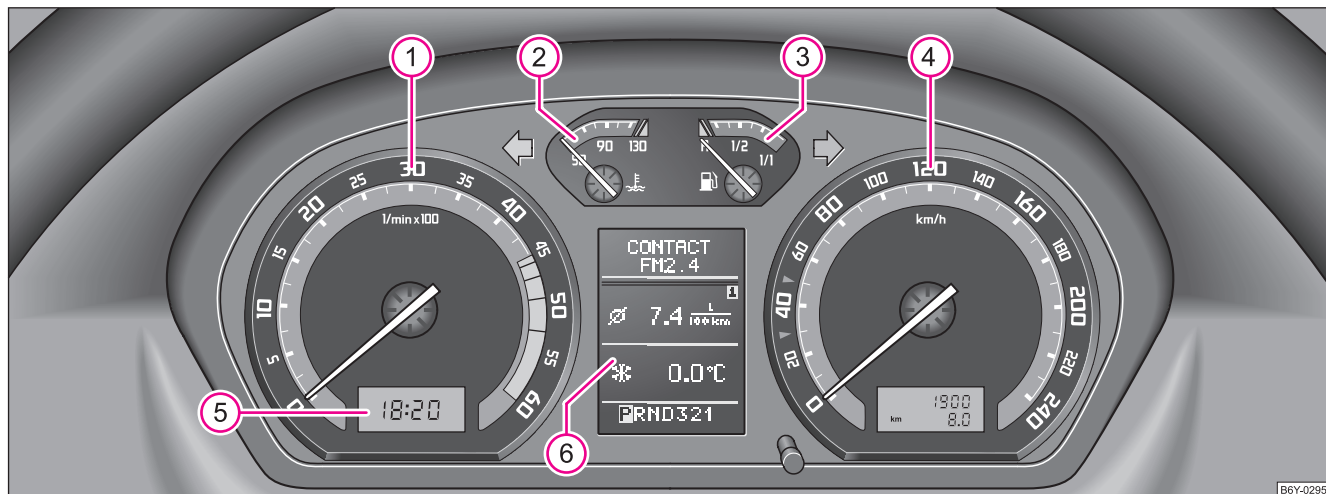

Abb. 2 Kombiinstrument
Der Beginn des roten Bereiches im Drehzahlmesser ① ⇒ Seite 12, Abb. 2 kennzeichnet für alle Gänge die maximal zulässige Motordrehzahl des eingefahrenen und betriebswarmen Motors. Vor Erreichen dieses Bereiches sollten Sie in den nächst höheren Gang schalten bzw. die Wählhebelstellung **D** des automatischen Getriebes wählen.
Die Kühlmitteltemperaturanzeige ② ⇒ Seite 12, Abb. 2 arbeitet nur bei eingeschalteter Zündung.
Die Kraftstoffvorratsanzeige ③ ⇒ Seite 12, Abb. 2 arbeitet nur bei eingeschalteter Zündung. ▶
Zum Einstellen der Uhrzeit ist links unten neben dem Geschwindigkeitsmesser ein Rückstellknopf angebracht ⇒ Seite 12, Abb. 2.